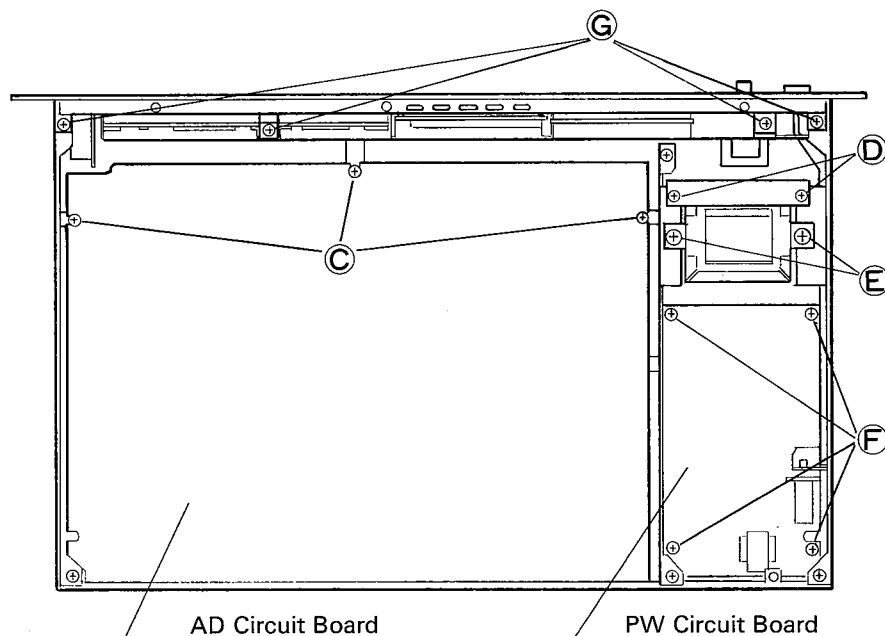

Fig. 3
(Refer to Fig. 3)
(Fig.3 参照)
3. Removal of PW circuit board (Refer to Fig. 3)
- Remove the 2 screws ① (3×8 bind head screw), and remove the shield plate.
3. PWシートの取外し方 (Fig.3参照)
- ネジ① (3×8 バインド小ネジ) 2本を外しシールド板を取除きます。
- ネジ② (4×6 バインド小ネジ) 2本を外します。
- ネジ③ (3×8 バインド小ネジ) 4本を外しPWシートを取出します。
- ネジ④ (3×8 バインド小ネジ) 4本を外します。(Fig.3参照)